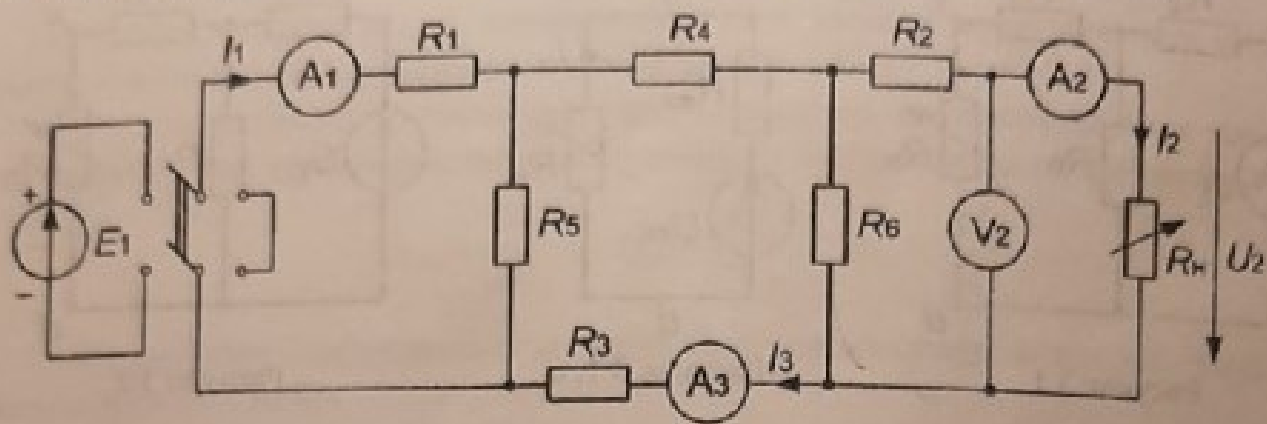

Рисунок 3.3
При изменении сопротивления  $R_n$  в схеме (рис.3.3) зависимости между любыми двумя токами, напряжениями, или током и напряжением имеют вид линейных соотношений. Например:
4. Записать в общем виде аналитические зависимости  $I_3 = f(I_2)$ ,  $I_1 = f(U_2)$ ,  $U_2 = f(I_2)$  при изменении сопротивления  $R_n$  в схеме на рис.3.3.
5. Привести формулы для расчета проводимостей  $g_{22}$ ,  $g_{12}$ ,  $g_{32}$  по приращениям токов и напряжений при изменении сопротивления  $R_n$  во второй ветви (рис. 3.3).
7. Собрать цепь по схеме на рис.3.3. Значение ЭДС  $E_1$  взять из табл.2.1. Изменяя сопротивление  $R_n$  от нуля (к.з.) до бесконечности (х.х.), занести в таблицу экспериментальные значения  $I_1, I_2, I_3, U_2$  для 5-6 режимов.